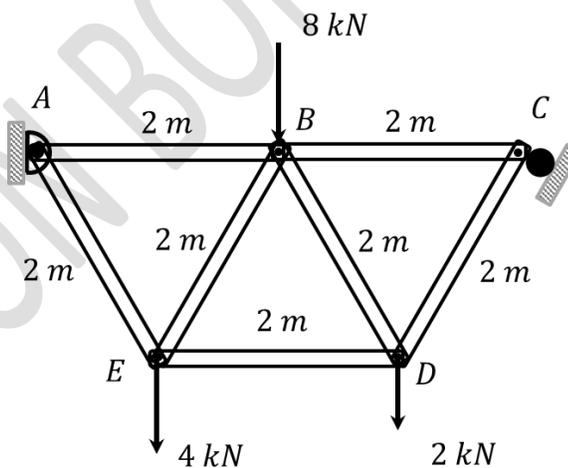

Fig. 5.5.
5.2.- La armadura que se muestra en la Fig. 5.5 se compone de siete varillas, todas ellas de longitud $L = 2 \text{ (m)}$ y de peso despreciable. La armadura está anclada mediante un pasador en A y de un soporte en C. Como se ve en la figura, sobre la armadura actúan tres cargas en los nudos B, D y E. Además, los nudos E y D son puntos medios de AB y BC respectivamente. Determine: